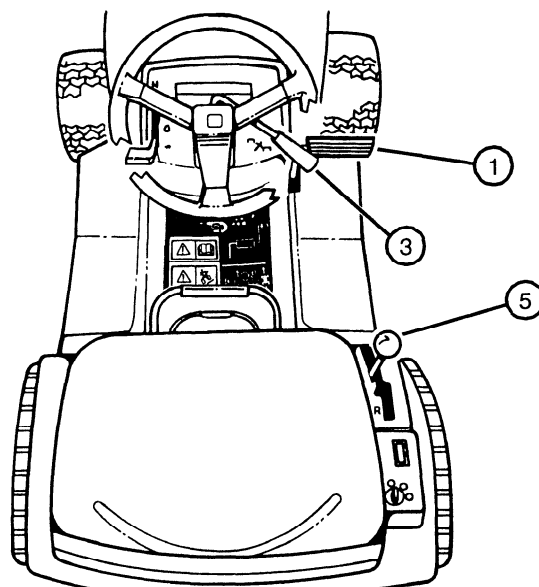

ABBILDUNG 16
- So fahren Sie vorwärts: Feststellbremse lösen, hydrostatischen Getriebehebel (5) nach rechts und vorwärts bewegen (siehe Abbildung 16). Die Traktorgeschwindigkeit wird dadurch bestimmt, wie weit der Getriebehebel nach vorn geschoben wird. Hebel in Leerlaufposition (N) zurückbewegen, um Mäher anzuhalten.
- So fahren Sie vorwärts: Brems-/Kupplungspedal (1) bis zur Bremsposition ganz durchdrücken (siehe Abbildung 16).
- Erster Gang (1) langsamste Geschwindigkeit/höchste Kraft.
- Zweiter (2) bis vierter Gang (4) - allgemeine Bewegung.
- Fünfter Gang (5) - Mäher zu Transportzwecken fahren. Sicherstellen, daß das Mähwerk zur höchsten Position angehoben ist und die Mähmesser entkuppelt sind.
- Rückwärts (R) - rückwärts fahren, um Gegenständen auszuweichen.
- Schalthebel (5) nach rechts und vorwärts in die gewünschte Position bewegen.